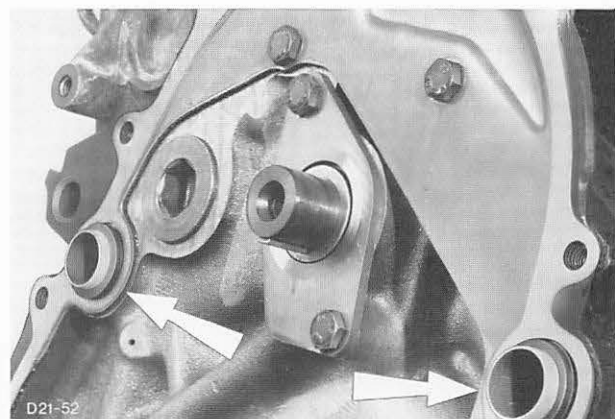

Abb. 161 Führungshülsen mit Dichtringen
43. Beide Führungshülsen mit aufgeschobenen Dichtringen ohne Dichtmasse in den Zylinderblock einführen, die angefastete Seite der Führungshülse muß zum Stirnraddeckel zeigen, Abb. 161.